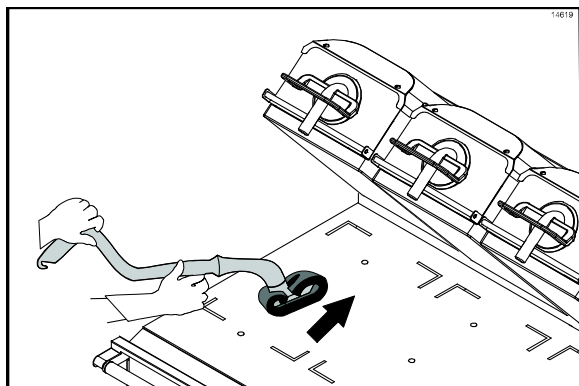

图 48
15. 在整个下煎板表面上以从前向后的方式涂洒一薄层煎炉清洁剂。在涂抹整个表面时，将产品保留在煎炉上。(请见图 48)